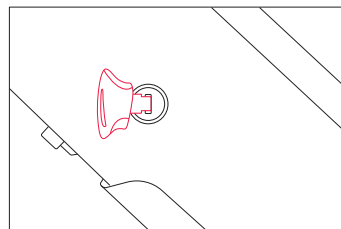
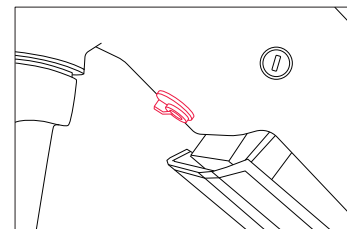

Abbildung 5
Abbildung 6
Schritt 2: Verwenden Sie den Schlüssel, um den Akku zu entsperren (Abb.5). Während Sie den Akku mit einer Hand halten, lösen Sie den Akku, indem Sie den Entriegelungsschalter an der Unterseite des Rahmens betätigen (Abb.6).